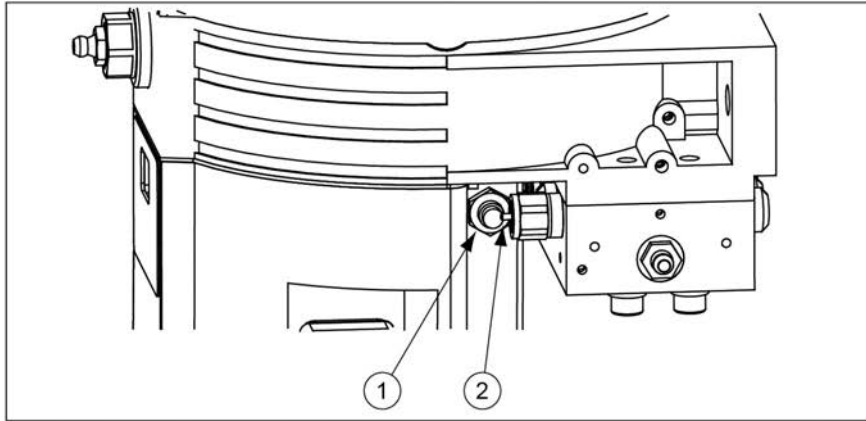

图 9. 接近开关 (1) 和控制器插脚 (2)
1. 按操作员按钮 (2) 确认此故障。此消息（闪烁）变为持续亮。
3. 在指示灯插脚（控制插脚）移过接近开关之前，按操作员按钮（2）（2 秒钟）可触发润滑周期。请参见 图 9。